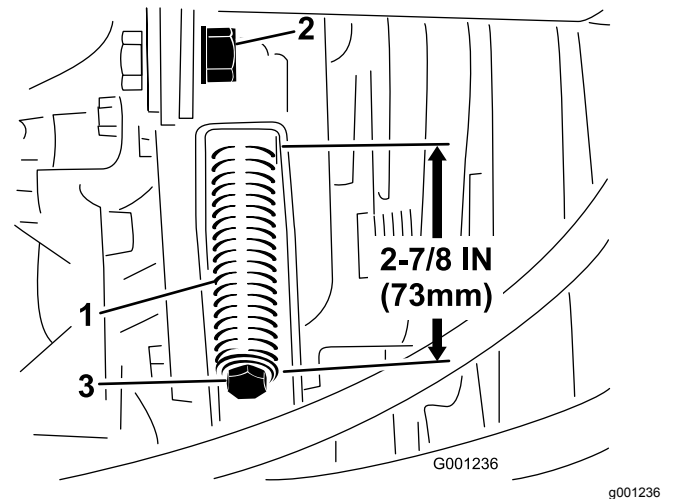

Bild 73
3. Lösen Sie die Klemmmutter der Spannstange (Bild 73).
4. Spannen oder lockern Sie die Riemenspannungsfeder mit einem 1/2"-Schraubenschlüssel (Bild 73). Stellen Sie die Feder auf eine Länge von 73 mm ein.
4. Lösen Sie die Riemenspannfeder vollständig mit einem ½"-Schraubenschlüssel (Bild 73).
6. Legen Sie den neuen Zapfwellenriemen auf und ziehen die Riemenscheibe auf eine Länge von 73 mm an (Bild 73).
7. Ziehen Sie die Klemmmutter fest (Bild 73) und schließen Sie die Motorhaube.